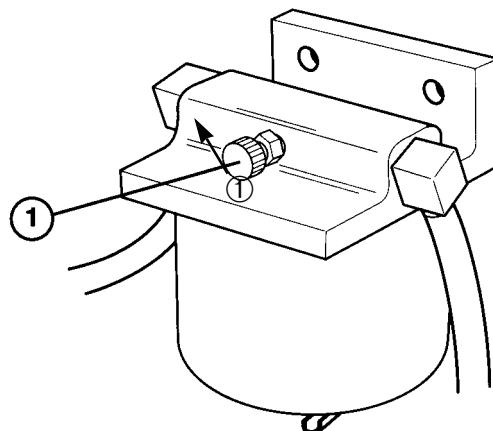

Bild 15
2. Die Entlüftungsschraube auf der Oberseite des Kraftstofffilters/Wasserseparators öffnen (Bild 15).